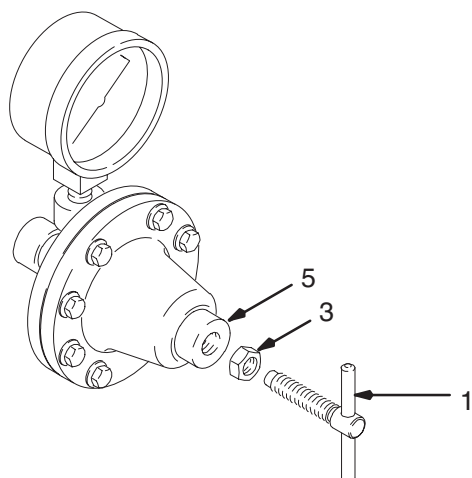

Abb. 3
1. Regler schließen: den Einstellgriff (1) gegen den Uhrzeigersinn drehen, um die Federspannung zu entlasten. Siehe Abb. 3.
3. Den Einstellgriff (1) *im Uhrzeigersinn* drehen, um den Materialdruck zu erhöhen. Siehe Abb. 3. Das gewünschte Spritzbild einstellen. *Vor dem Verringern des Reglerdruckes den Druck im Pistolenschlauch teilweise entlasten, damit der richtige Wert am Manometer angezeigt wird. Die Gegenmutter (3) an der Reglerkappe (5) andrehen, um die richtige Druckeinstellung zu sichern.*
- b. Den Einstellgriff (1) im Uhrzeigersinn drehen, um das Reglerventil auf den zum Spülen erforderlichen Auslaßdruck und die gewünschte Ausflußmenge zu öffnen. Siehe Abb. 3.
3. Den Einstellgriff (1) gegen den Uhrzeigersinn drehen, bis die Federspannung entlastet ist (Abb. 3).